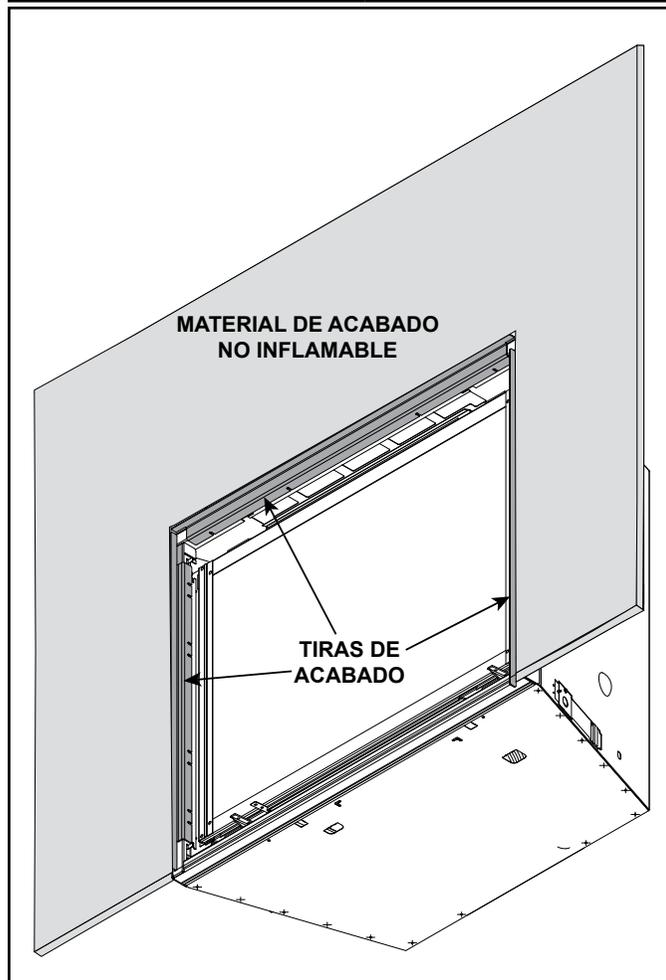

Figura 10.16 Espesor del material de acabado no inflamable superior a una pulgada - Se requieren tiras de acabado
- A. Material de acabado de 1 a 6 pulgadas (25.4 mm a 152.4 mm) de espesor: Utilice este método para barrera frontal superpuesta instalada como montaje interior. Consulte la Figura 10.16.